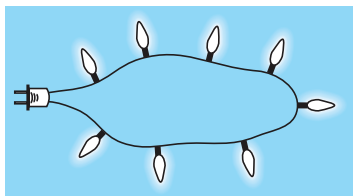

FIG. A4.100
16. Hay ocho luces navideñas conectadas en serie como se muestra en la figura A4.100.